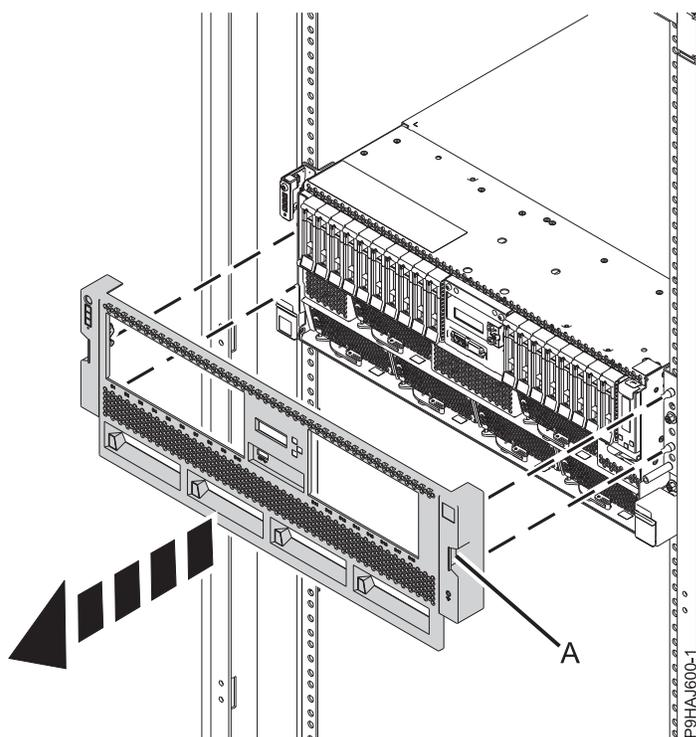

Figura 8. Removendo a Tampa Frontal
2. Para um sistema montado em rack, remova a tampa frontal puxando-a para fora do sistema. A tampa possui indentações (A) pelas quais é possível segurá-la mais facilmente. Consulte o Figura 8 na página 25